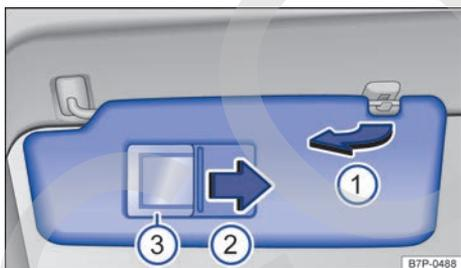

Fig. 118 En el revestimiento interior del techo: parasol para el conductor:
- Se pueden extraer del soporte y girar hacia las puertas en el sentido de la flecha → fig. 118 ①.
En la parte posterior del parasol se encuentra un espejo de cortesía provisto de una tapa → fig. 118 ②. Al desplazar la tapa en el sentido de la flecha ③, se ilumina el entorno del espejo.